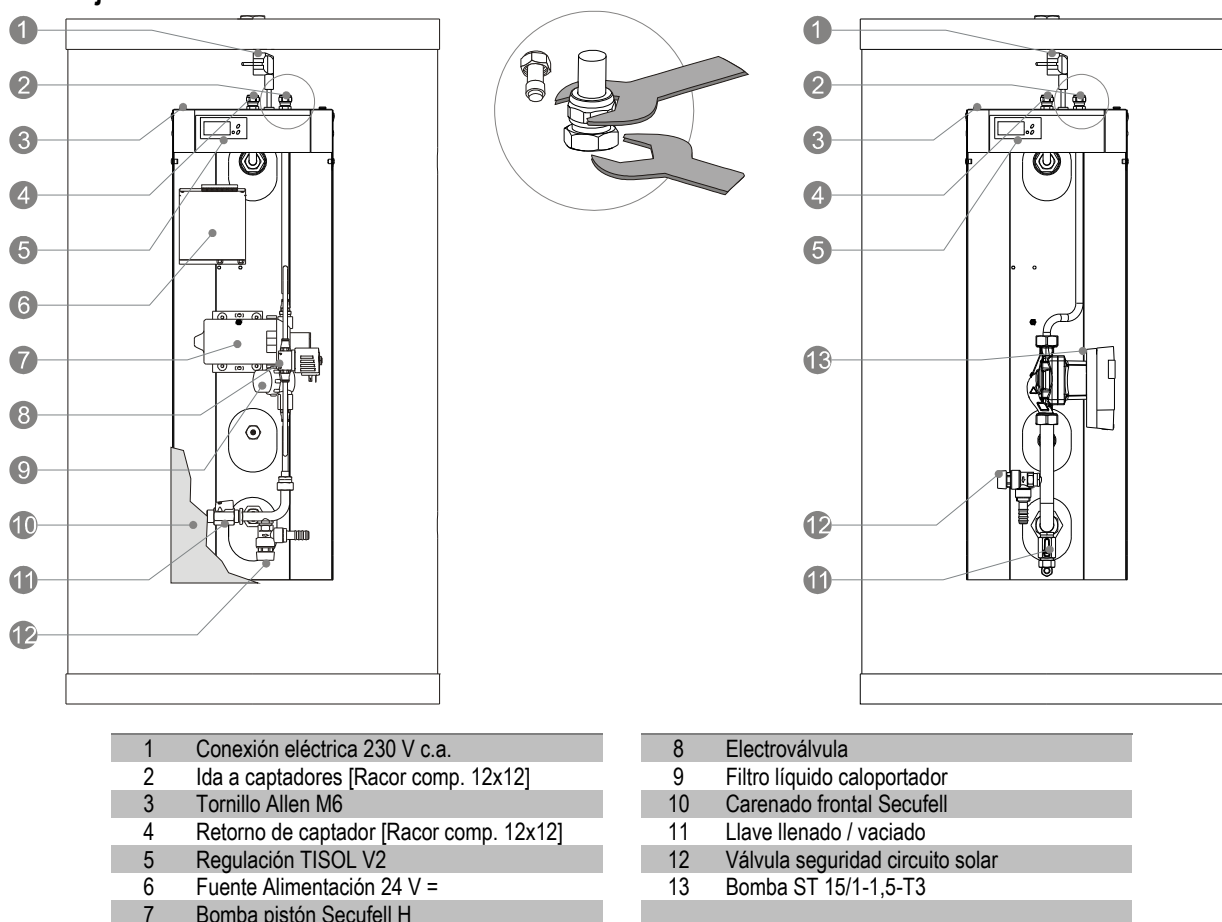

Figura 10
Montar el tubo de ida a captadores figura 10 en el racor de compresión [2; Figura 10] apretándolo con la llave fija de 19 mm y sujetando del hexágono con la llave fija de 17 mm, asegurándonos de su estanqueidad.
Montar el tubo de retorno de captadores a captadores [4; Figura 10] en el racor de compresión [2] apretándolo con la llave fija de 19 mm y sujetando del hexágono con la llave fija de 17 mm, asegurándonos de su estanqueidad.
Al apretar los racores de compresión, sujetar también con la llave fija de 17 desde la parte inferior y con la de 18 apretar la parte superior como se muestra en el detalle de la Figura 10.
- Llenar desde la llave de 1/2" H [11; Figura 10].